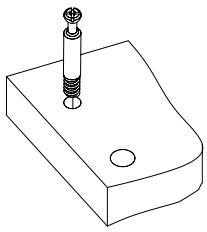
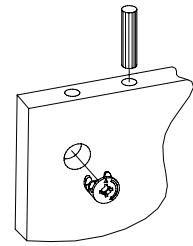

Рис.1
Рис.2
- Подготовьте детали к сборке. Для этого вкрутите шпильки минификс в детали 2, 3, 9 (Рис. 1). Затем вставьте головки минификс и шканты в детали 1, 2, 3, 4, 6 (Рис. 2). Вбейте опоры в детали 1, 2, 3.